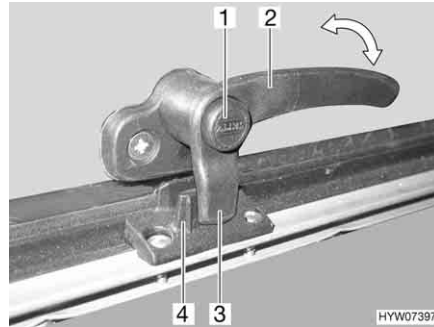
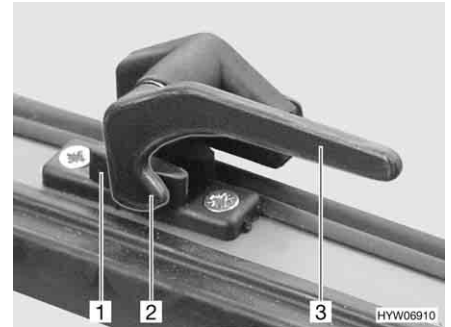

Fig. 53 Leva di serraggio con bottone di sicurezza in posizione "Chiuso"
Fig. 54 Leva di serraggio in posizione "Chiuso"
- Se presente, premere e tenere premuto il bottone di sicurezza (Fig. 53,1).
- Ruotare la leva di serraggio (Fig. 53,2 o Fig. 54,3) di un quarto di giro verso il centro della finestra.
- Ruotare la leva di serraggio (Fig. 53,2 o Fig. 54,3) di un quarto di giro verso il telaio della finestra. Il nasello di chiusura (Fig. 53,3 o Fig. 54,2) della leva di serraggio si trova completamente sul lato interno della chiusura della finestra (Fig. 53,4 o Fig. 54,1).
- In posizione "Completamente chiusa" (Fig. 53 e Fig. 54)